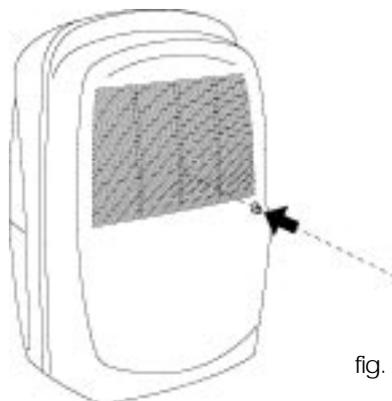

fig. 2
- 1) Percez l'intérieur de l'embout d'évacuation avec une perceuse à mèche fine (Fig. 2).